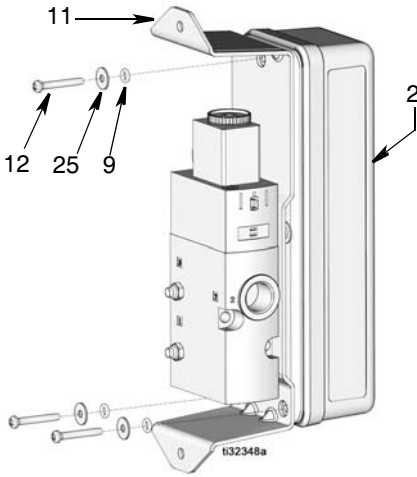

FIG. 30
3. Alinhe o conjunto do gabinete do PAC (2) ao suporte (11). Instale os dois O-Rings (9), arruelas (25) e parafusos (12) para fixar o suporte ao gabinete (FIG. 30).